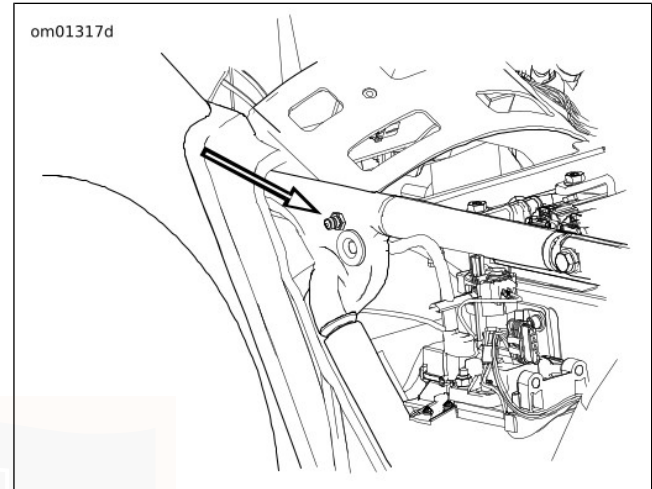

Figura 29. Válvula de aire de la suspensión de aire trasera
2. Vea Figura 29. Quite la tapa de la válvula de aire ubicada detrás del amortiguador.